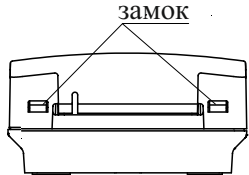

Рисунок 3
6.8 Для установки ИПР необходимо отсоединить корпус от основания, нажав отверткой на замки (Рисунок 3). (При этом кнопка должна быть в отжатом состоянии).